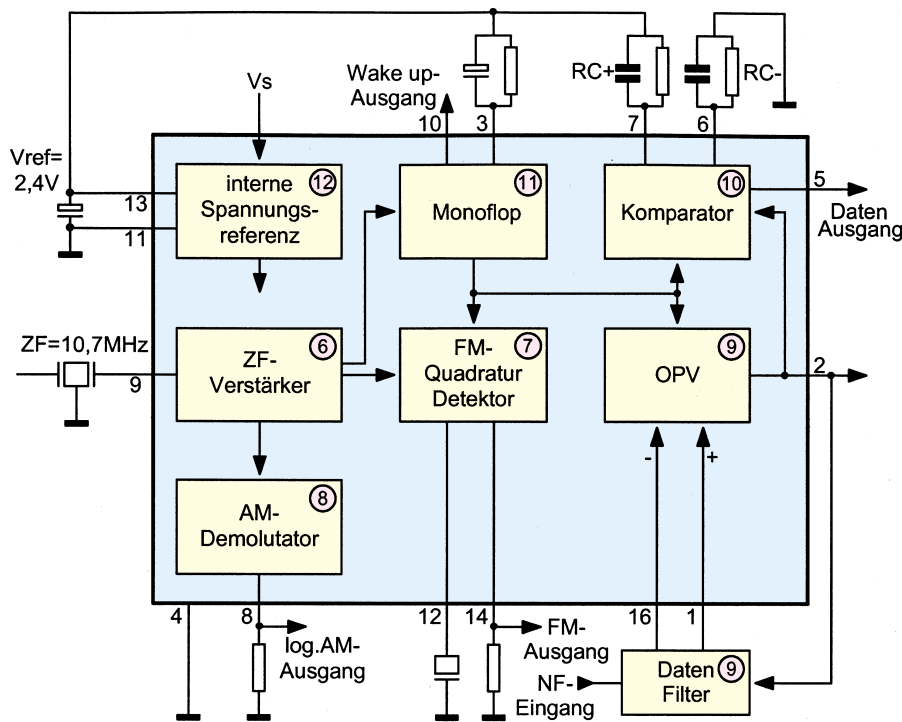

Bild 7: Innenschaltung des U4311B von TEMIC
In Abbildung 7 ist die Innenschaltung dieses ICs dargestellt. An Pin 8 und Pin 14 stehen die Signale des AM- und des FM-Demodulators zur Verfügung. Beide Demodulatoren besitzen Stromquellenausgänge, so daß durch die Beschaltung mit R 14 der Innenwiderstand der entsprechenden Spannungsquelle festgelegt wird. Die Detailschaltung in Abbildung 8 zeigt die Schaltung des mit Hilfe des internen OPV (9) realisierten Datenfilters, in Abbildung 9 ist die Übertragungsfunktion zu sehen.